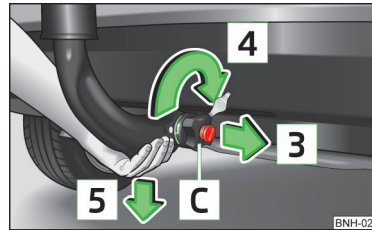

Abb. 107
- › Die Kugelstange von unten fassen » Abb. 107 und mit der anderen Hand das Handrad **C** in Pfeilrichtung **3** ziehen.